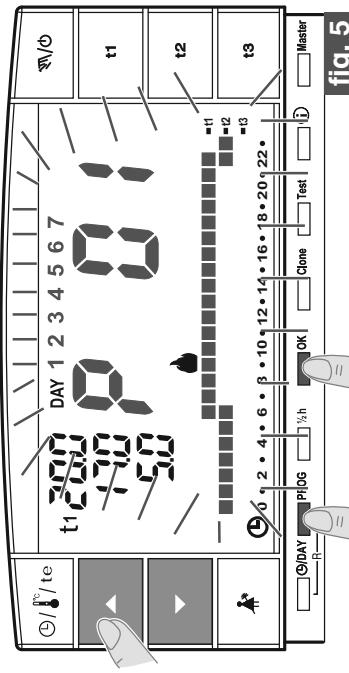

fig. 5
- Si en cambio, desea seleccionar otro programa (fig. 5) pulsar por impulsos la tecla **PROG** (o las teclas **▲** **▼**) hasta visualizar en pantalla el programa que se desea (P02 invierno o P03 verano), por tanto pulsar la tecla **OK**.